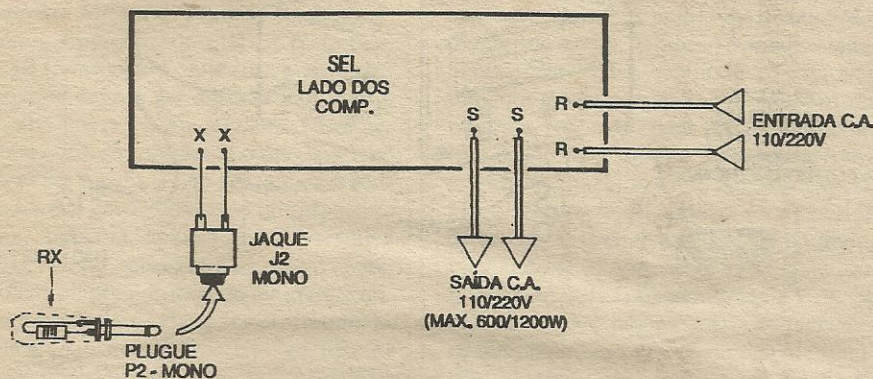

Fig.4
- **FIG. 4 - CONEXÕES EXTERNAS À PLACA** - Pela própria organização do circuito, e a partir do *lay out* básico da placa, as conexões feitas *do impresso para fora* são todas muito simples, detalhadas no diagrama que mostra novamente o impresso pela sua face não cobreada (agora, momentaneamente *esquecendo* as peças que já estão colocadas e soldadas *sobre* a placa...). O jaque/buraco da fechadura, deve ter seus terminais ligados aos pontos **X-X** da placa (no caso, não existem preocupações de polaridade, nem no jaque, nem no plugue que contém **Rx**...). Aos pontos **R-R** deve ser ligada a rede C.A. local, através de um par de cabos isolados no conveniente calibre, ou seja: compatíveis com os níveis de potência/corrente envolvidos e comandados... A partir dos pontos **S-S** saem os cabos isolados (também em calibres compatíveis...) que vão à saída de potência para o aparelho, circuito, dispositivo, maquinário, a ser controlado pelo SEL... Na prática, as conexões de entrada/saída de C.A. podem ser feitas através de pares de conectores parafusáveis tipo *Sindal*, para maior elegância e facilidade... Observar ainda, na figura, o
Para calibrar o circuito, de modo que ele apenas possa reconhecer a única e verdadeira chave/código resistiva, uma maneira prática e rápida é ligar uma lâmpada (para tensão correspondente à da rede local...) à saída do sistema (fios que vão aos terminais S-S, na FIG. 4), ligar os fios R-R à rede C.A. local, enfiar o plugue/chave no respectivo jaque e, lentamente, girar o trim-pot, para lá e para cá, até se obter o acendimento da lâmpada! É bom notar que tal ponto é muito específico e único, e que andando o giro do knob do trim-pot, um pouquinho para lá ou um pouquinho pra cá, imediatamente a lâmpada/carga apagará (indicando que a calibração saiu do ponto ideal...).